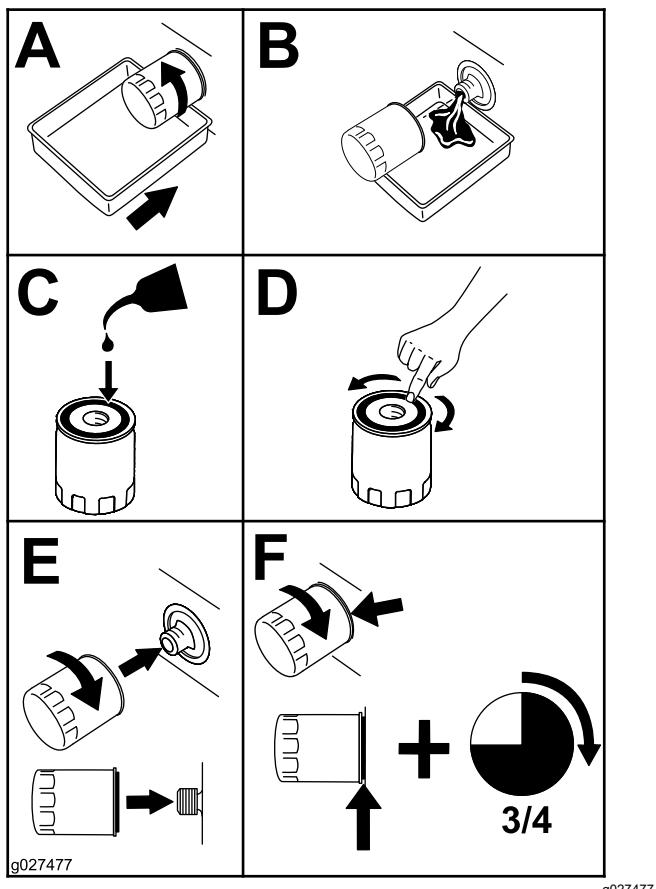

Figura 51
5. Cambiate il filtro dell'olio del motore (Figura 51).